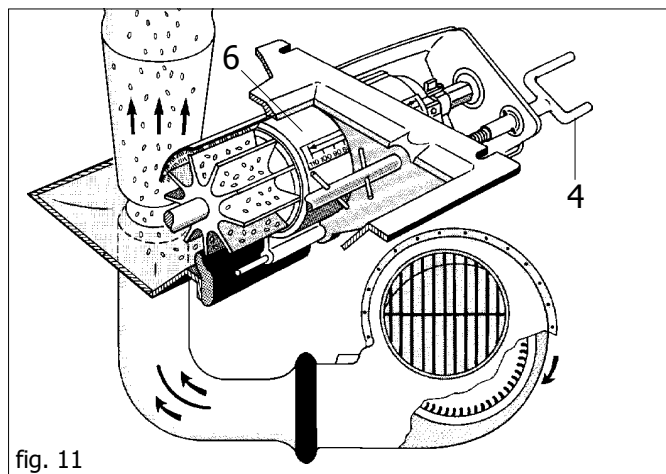

fig. 11
Die pro Hektar auszustreuende Saatgutmenge wird mittels des Dosiergerätes (Abb. 11) eingestellt, indem der Schieber (6) mittels des Schraubzapfens (4) verschoben wird. Die Positionen der Dosierskala entsprechenden den Werten der Einstellungstabelle in der linken Spalte (Siehe Tabelle pag. 60-61).